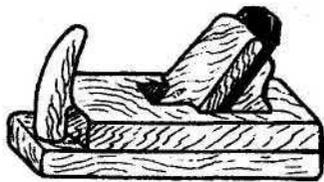

Рис. 77. Цинубель-шлифтик
**Цинубель** предназначен для образования бороздок и ворсистой поверхности дерева (для склеивания), поэтому у него угол резания очень велик ( $80^\circ$ ), а лезвие имеет форму гребенки (рис. 77).